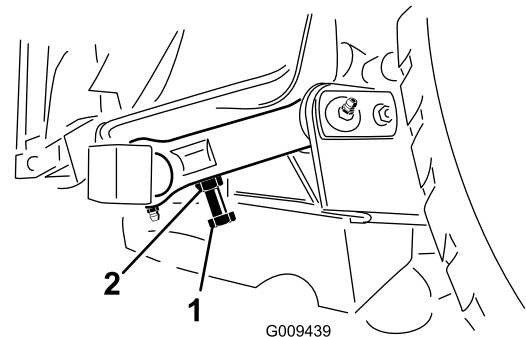

Bild 28
3. Sie können den Abstand mit der Einstellschraube am hinteren Gelenkverbindungsstück des Mähwerks einstellen (Bild 28).